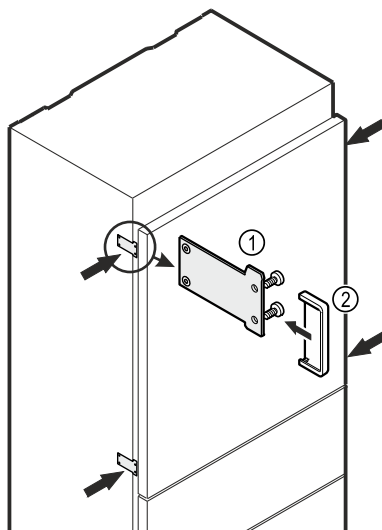

Fig. 23
- Saskrūvējiet ierīci ar mēbeles korpusu, izmantojot stiprinājuma cilpas Fig. 23 (1) un attiecīgi divas skrūves 4x16.
- Uzstādiet pārsegu Fig. 23 (2).